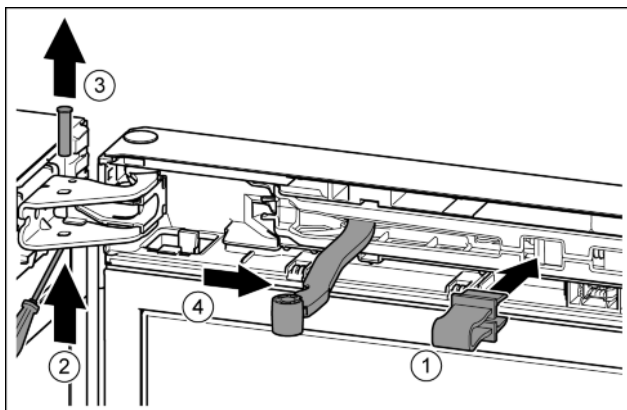

Fig. 9
- Pojistku nechte zapadnout do otvoru. Fig. 9 (1)
- Šroubovákem vysuňte čep. Fig. 9 (2)
- Čep vytáhněte nahoru. Fig. 9 (3)
- Otočte kloub směrem ke dveřím. Fig. 9 (4)